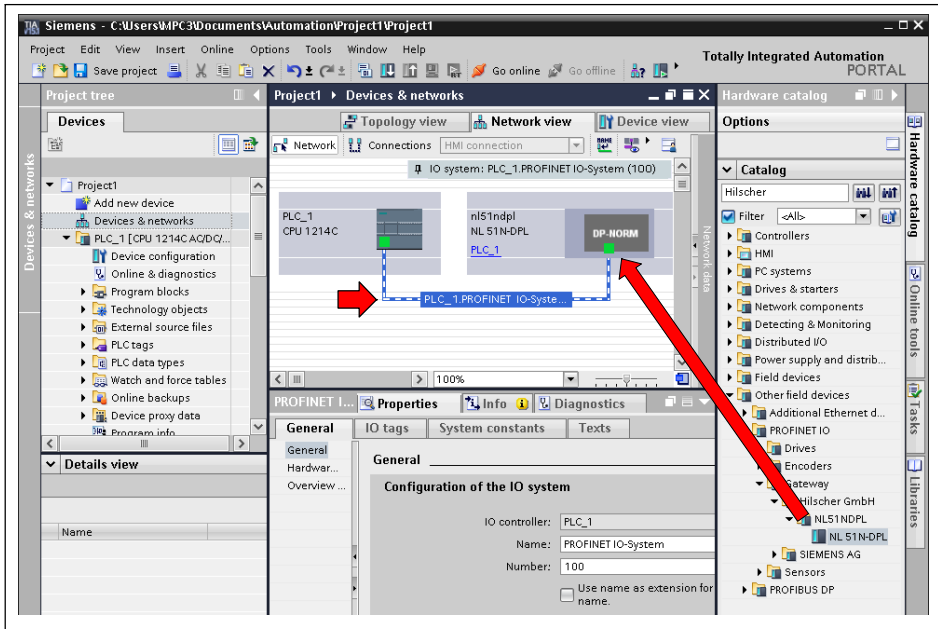

Fig. 4.13 Création de la passerelle et connexion à l'API
- ▶ Ajoutez maintenant la passerelle **NL 51N-DPL** au projet (*Fig. 4.13* flèche de droite).
- ▶ Reliez les carrés verts de l'API et de la passerelle (*Fig. 4.13* flèche gauche).